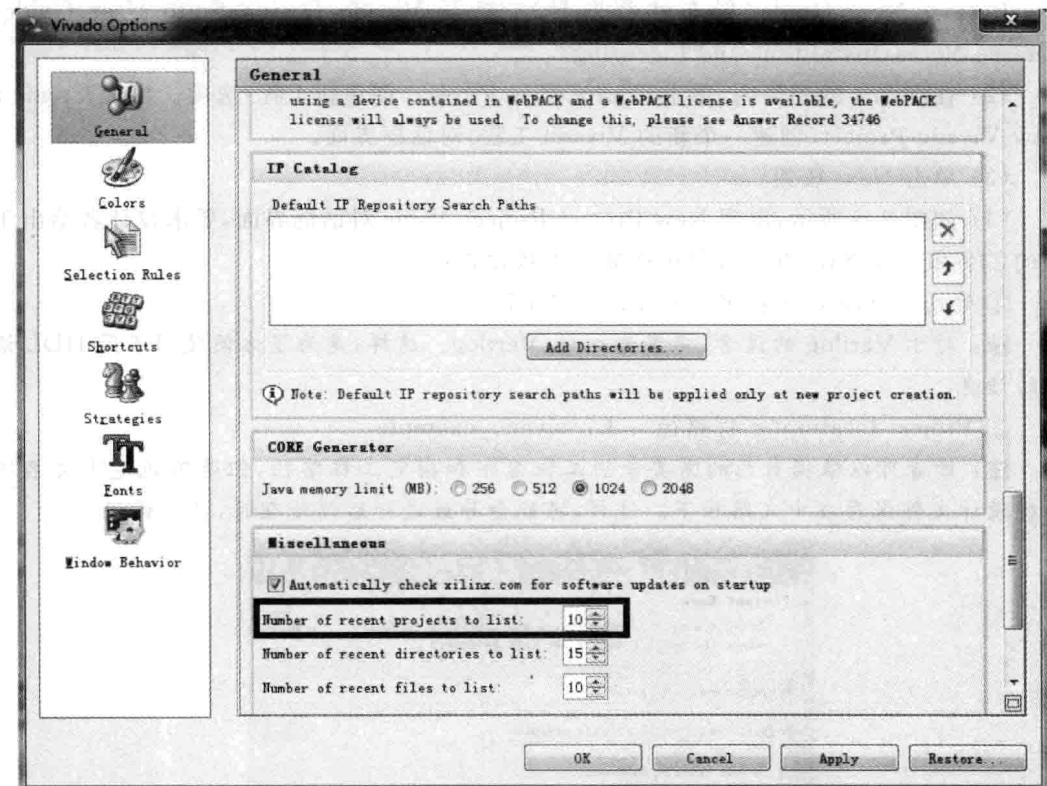

图 2.5 修改默认的打开工程个数
**注:** 10 个是默认值。如果设计者想改变这个数字,需要在 Vivado 主界面主菜单下,选择 Tools→Options。出现如图 2.5 所示的界面,选择 General 标签。在 Number of recent projects to list(列出最近的工程的个数)右侧的下拉框中,修改数字。